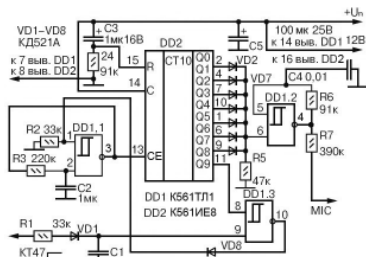

Рис. 1
Как правило, в портативных трансиверах (в эксперименте участвовал Alan78plusR) переключение режимов «прием-передача» обеспечивает тангента, установленная в выносном блоке вместе с микрофоном. В режиме приема (RX) дополнительное устройство выработки тонального сигнала (рис. 1) не активно и обесточено. В режиме передачи (TX) узел начинает работать.
На рис. 1 показана электрическая схема простого устройства, содержащего две микросхемы K561 серии. Применение ИМС K561ТЛ1 (DD1) позволило максимально избежать возможных помех (они существенно при переключении трансивера из режима «прием» в режим «передача» и обратно) и создать два генератора (тактовый и ЗЧ), каждый только на одном элементе данной микросхемы.
С помощью диодов VD2–VD7 выходные сигналы объединяются для формирования длительности тонового сигнала генератора. На элементе DD1,2 собран генератор сигнала звуковой частоты. Он активируется положительным фронтом импульса с выходов счетчика DD2. Через резистор R7 звуковой прерывистый сигнал поступает на микрофонный вход трансивера, обозначенный на рис.1 «MIC». Его сопротивление ограничивает выходной ток, поэтому влияет на уровень звукового сигнала, поступающего на вход MIC и на громкость оригинального опознавательного сигнала у принимающего корреспондента. Конденсатор C1 обеспечивает подавление импульсных помех. Оксидный конденсатор C5 сглаживает пульсации источника питания.
ся различной длительности тоновой посылки и паузы между этими звуковыми посылками. Если рассматривать одну тоновую посылку как последовательность «тире» и «точек» в азбуке Морзе, то показанная на рис.1 комбинация будет звучать как «тире-точка-тире». Вариантов таких комбинаций сколь угодно много, и при желании можно оформить свой оригинальный позывной – визитку как одну из букв в азбуке Морзе.